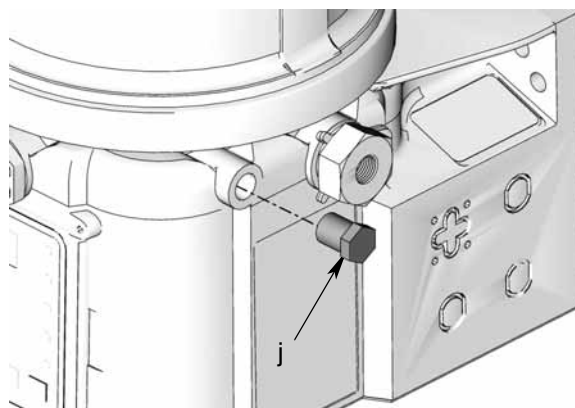

ABB. 7
8. Lösen Sie den Stopfen (j) mithilfe eines Schraubenschlüssels aus der Rückkehrposition. Nehmen Sie den Stopfen von der Anschlussöffnung (ABB. 7).